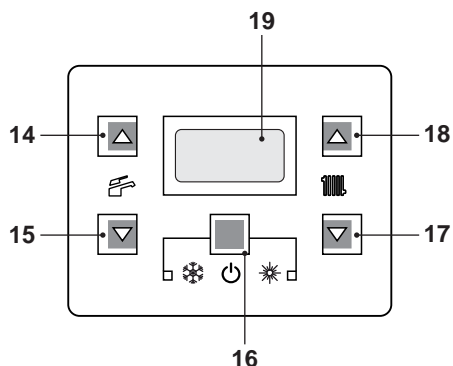

Figura 6.6
- Tenere premuto per 2 secondi il tasto 16 fino a far apparire sul display entrambe i simboli  e  Figura 6.6.
- Spegner la caldaia tenendo premuto per 2 secondi il tasto 16(Figura 6.6)fino a far apparire sul display LCD il simbolo  (Figura 6.5).